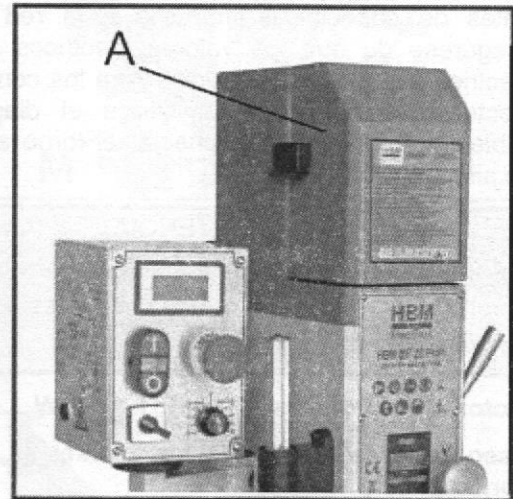

Fig. 14
2. Abra la cubierta del blet (A, Fig. 14) al principio.